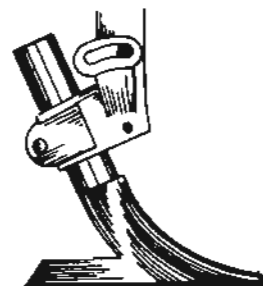

Fig. 1
- b Gradúe el ángulo de ataque (fig. 1).